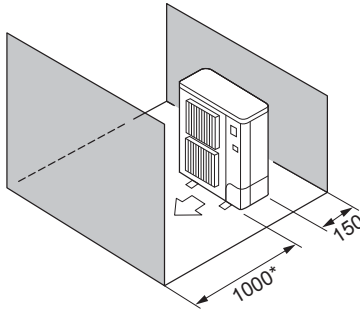

Fig. 2-7
- ⑤ Yalnızca öndeki ve arkadaki engeller (Fig. 2-7)